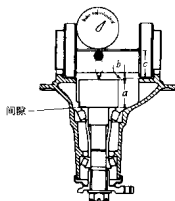

图 13-27
d. 参考图 13-27, 图中有三个尺寸“a”、“b”、“c”、“b”值为未知, 下面将用其计算确定调整垫片的厚度尺寸。“a”+“c”的值为 86mm。